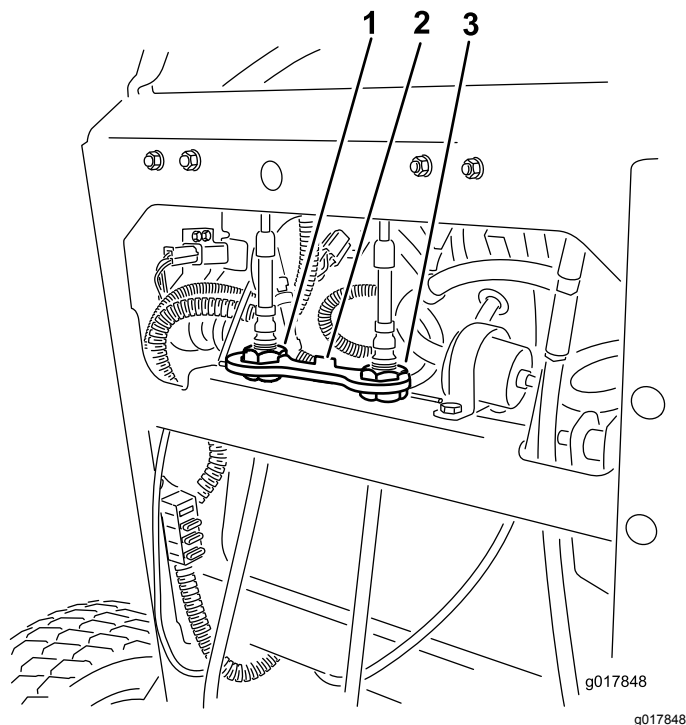

Bild 53
4. Drehen Sie die rechte Kabeleinstellung so, dass der rechte Fahrtriebshebel in der Mittel des Schlitzes für die arretierte Neutral-Stellung am Armaturenbrett ist (Bild 53).